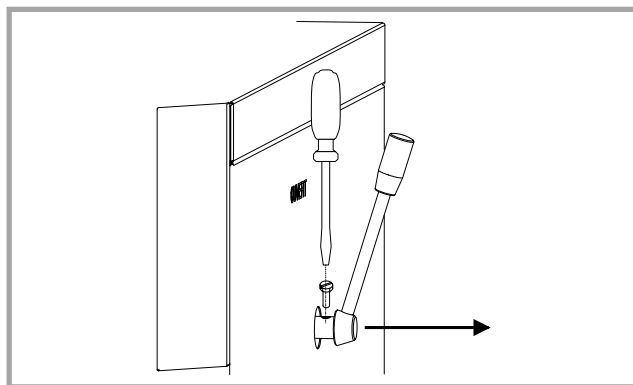

Figure 7 - Commande du clapet
- Mettre le clapet en position ouverte tout en tirant la commande vers soi pour accéder à la vis (fig. 7).